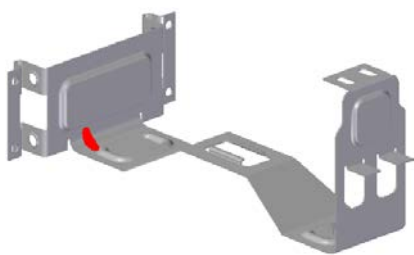

图 8.11.82 加固板特征 1
Step38. 创建图 8.11.82 所示的加固板特征 1。
(1) 选择命令。在“主页”功能选项卡中“钣金”工具栏中单击  按钮，选择  加固板命令。
(2) 定义加固板轮廓形状。在“加固板”命令条中单击  按钮，在“加固板选项”对话框  区域选中  单选项；在  文本框中输入值 5；在  区域选中  单选项。
(3) 定义加固板参数及倒圆。在“加固板选项”对话框中的  文本框中输入值 0，在  文本框中输入值 3；在  区域选中  复选框，在  和  文本框中均输入值 0.5，单击  按钮。